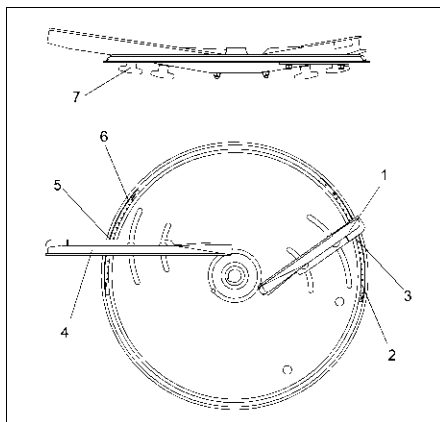

Fig. 22
Lossa båda vingmuttrarna under spridartallriken (Fig. 22/7).
- Avläsningskanten (Fig. 22/3) för den korta vingen (Fig. 22/1) vrids till skalvärde "67" på skalan, vingmuttern dras åt igen.